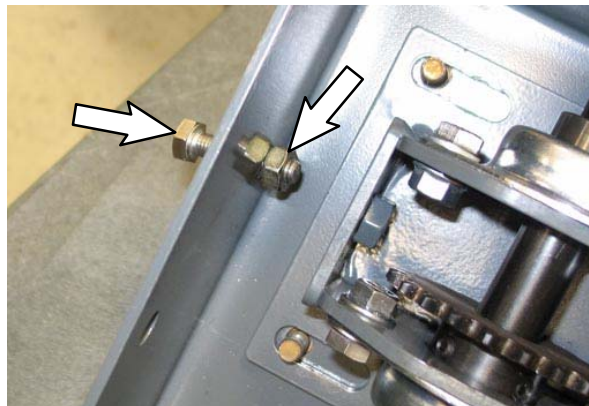

FIG. 34
31. **Modelli più recenti:** rimuovere l'hardware di tensione dello sterzo. (Fig. 34)